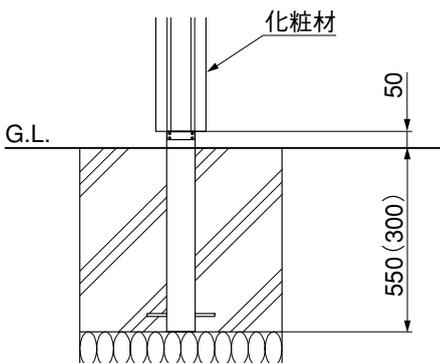

図13-2 ナチュラルスタイルの場合
- 化粧材の納まりは各スタイルで異なります。(図13-1, 図13-2参照)
② 控え木などで柱が自立できるようにして、「1.基本寸法と各部の名称 2.基本寸法図」で柱ピッチを確認してください。
③ 隣の柱との高低差、柱の倒れがないよう調整してください。